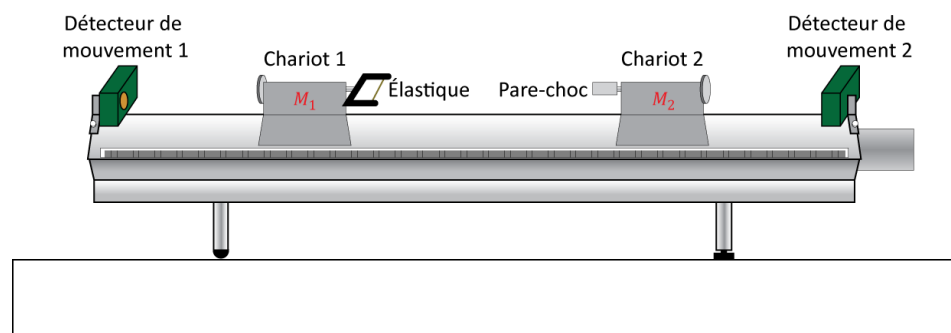

Figure 1 – Montage sur rail à coussin d'air pour étudier les collisions entre deux chariots
- Étape 8.** Installez la paire de pare-chocs élastiques sur les chariots (voir Figure 1).